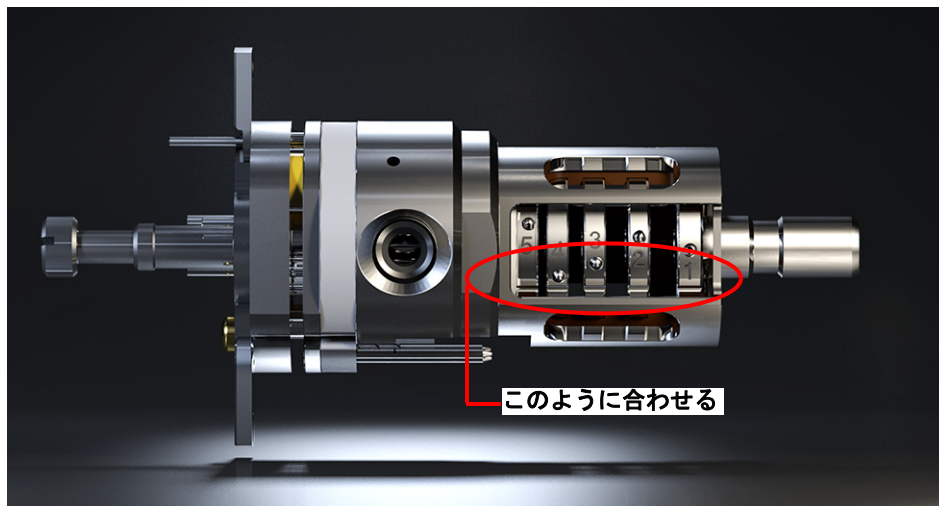

図 39 組み立てた後の EI HES
- 1 5 枚のレンズをレンズインシュレータ内に組み入れます。(139 ページの 図 39 を参照してください。) レンズ番号は各レンズの外周に刻印されています。